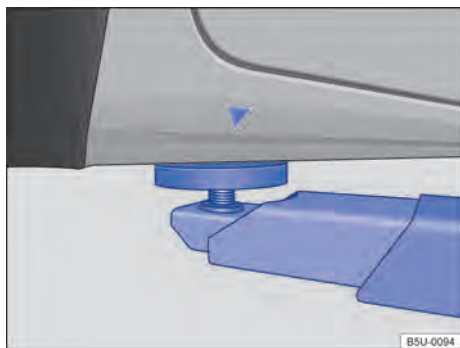
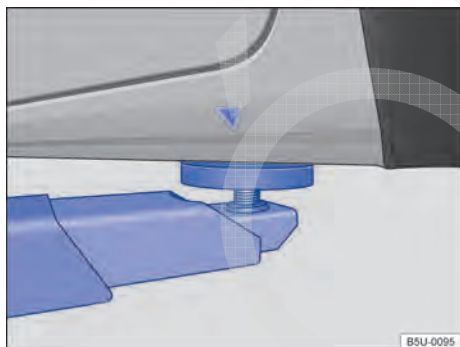

Fig. 176 Pontos de apoio dianteiros para a suspensão com plataforma elevatória ou com macaco.
Fig. 177 Pontos de apoio traseiros para a suspensão com plataforma elevatória ou com macaco.
O veículo deve ser suspenso somente pelos pontos indicados nas figuras → Fig. 176 e → Fig. 177. Se o veículo não for suspenso pelos pontos indicados, podem ocorrer danos no veículo → ⚠️ e ferimentos graves → ⚠️.
- Suspender o veículo somente pelos pontos indicados nas figuras → Fig. 176 e → Fig. 177. Se o veículo não for suspenso pelos pontos indicados, o veículo poderá cair da plataforma elevatória quando, por exemplo, o motor ou a suspensão for desmontado.